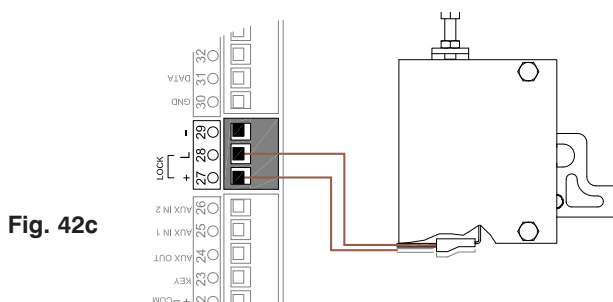

Fig. 42c
- Connecter le verrou à la platine (Fig. 42c)